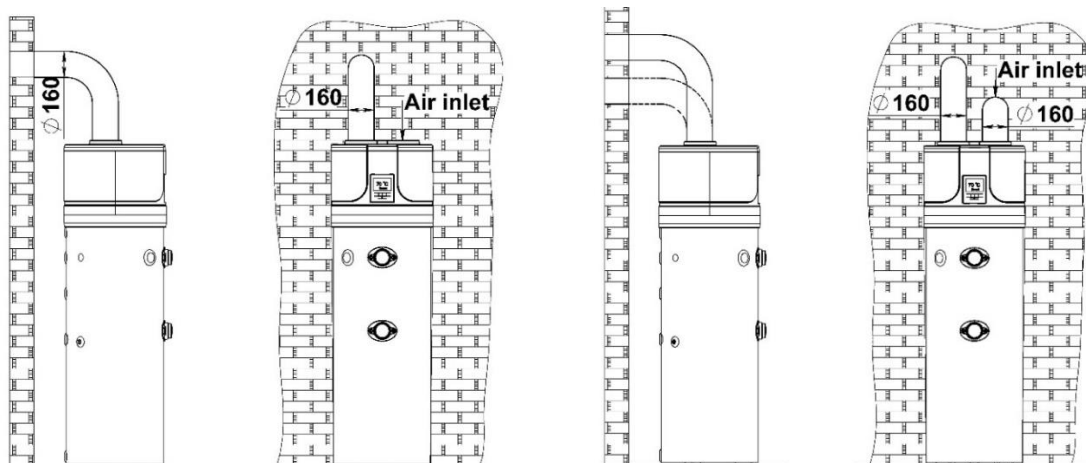

Fig. 5a – Exemple de conduit d'échappement d'air Fig. 5b – Exemple de double conduit d'air
- Fournir de l'air de la pièce et libérer de l'air froid à l'extérieur (Fig. 5a). - Nécessité de la présence d'ouvertures pour l'accès de l'air dans la pièce. La pièce doit avoir un volume d'au moins 20 m³.
Lors de la connexion selon le schéma (Fig. 5a et 5b) il est nécessaire de construire un système de conduits d'air répondant aux exigences suivantes: